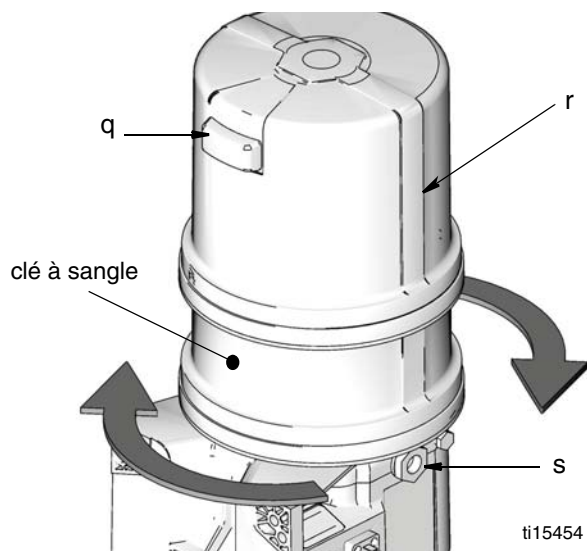

FIG. 19
1. Installer le réservoir sur l'adaptateur. Positionner la clé à sangle autour de la partie inférieure du réservoir comme indiqué dans la FIG. 19 et l'utiliser pour faire tourner le réservoir dans le sens des aiguilles d'une montre afin de le serrer sur la base.
- b. Ensuite, continuer à tourner le réservoir dans le sens des aiguilles d'une montre pour faire un second tour jusqu'à ce que l'évent (q) du réservoir fasse face à l'arrière de la pompe G3 et que les lignes horizontales (r) moulées dans le réservoir s'alignent avec les sorties de pompe (s) de chaque côté de la base de la pompe, comme indiqué dans la FIG. 19.